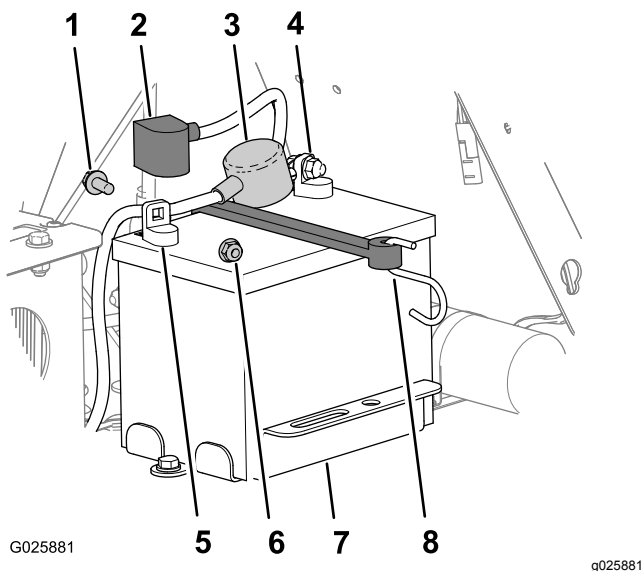

Figure 40
3. Sur la batterie, soulevez le capuchon noir du câble négatif (Figure 40).
- Débranchez le câble négatif de la borne négative (-) de la batterie et retirez le câble de la batterie (Figure 40).
- Enlevez le capuchon rouge de la borne positive de la batterie (Figure 40).
- Débranchez et retirez le câble positif (rouge) de la batterie (Figure 40).
- Détachez le crochet de la barrette du support de la batterie (Figure 40), et déposez la batterie.
- Placez la batterie sur la machine (Figure 40).
- Reliez le câble positif (rouge) à la borne positive (+) de la batterie au moyen d'un boulon à embase et d'un écrou à embase (Figure 40).
- Reliez le câble négatif et le câble de masse à la borne négative (-) de la batterie avec un boulon à embase et un écrou à embase (Figure 40).